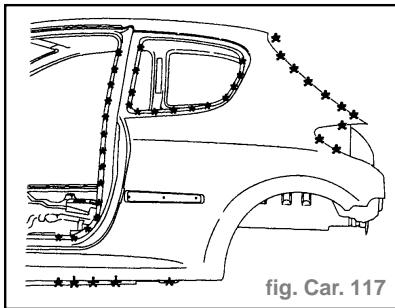

fig. Car. 117
- Découper par fraisage des points (fig. Car. 117).